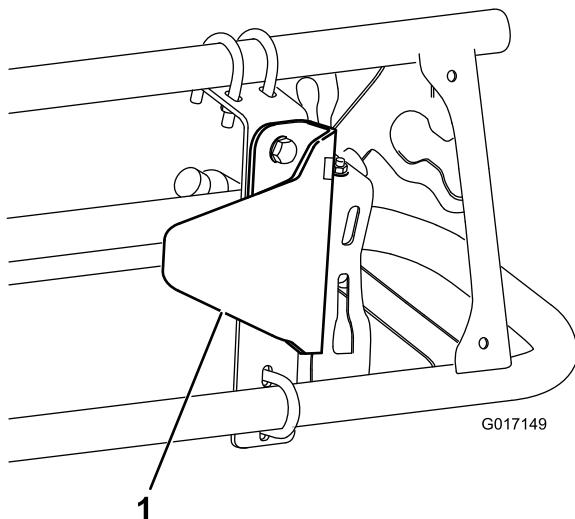

Figura 10
2. Instale o suporte da protecção do sensor no suporte de montagem com 2 parafusos (5/16 x 3/4 pol.) e 2 porcas flangeadas (5/16 pol.). como é mostrado em Figura 10.